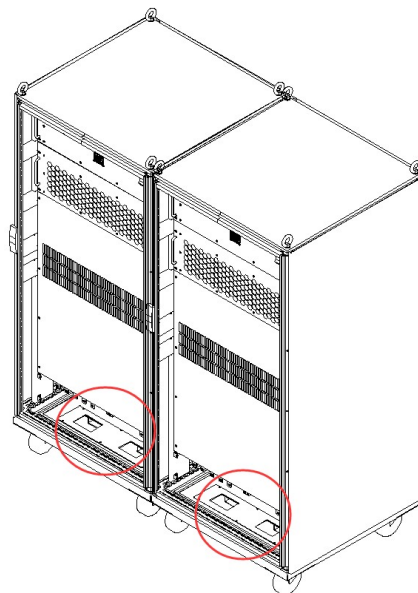

图 2-12 机柜底部穿线孔
**步骤三：**将输入、输出并联线缆从机柜底部的穿线孔穿入，如图 2-12。